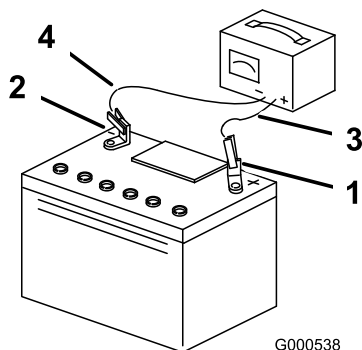

Figura 45
4. Cuando la batería esté completamente cargada, desconecte el cargador de la toma de electricidad, luego desconecte los cables del cargador de los bornes de la batería (Figura 45).